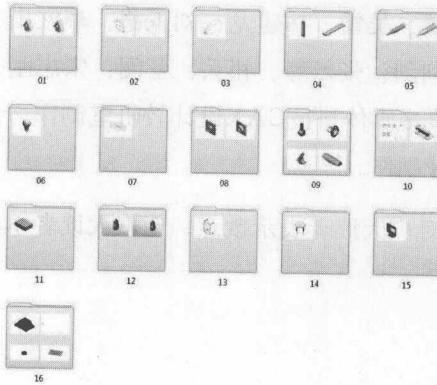

图 3
- 3 在光盘程序的主界面中单击【资料库】按钮，即可使用中文版 SolidWorks 2010 查看本书实例源文件所在文件夹（如图 3 所示）中的文件，建议读者将光盘中的所有源文件备份，然后在硬盘中运行。